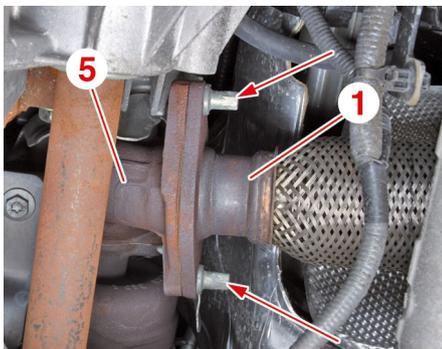

Fig. 14
- Ecarter la ligne d'échappement (1) (Fig. 14).
- le conduit de sortie (5) (Fig. 14),